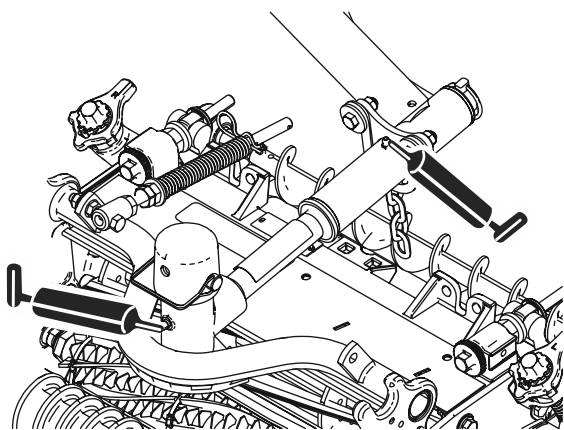

Figura 51
- Articulações da unidade de corte (2 cada); consulte Figura 51.